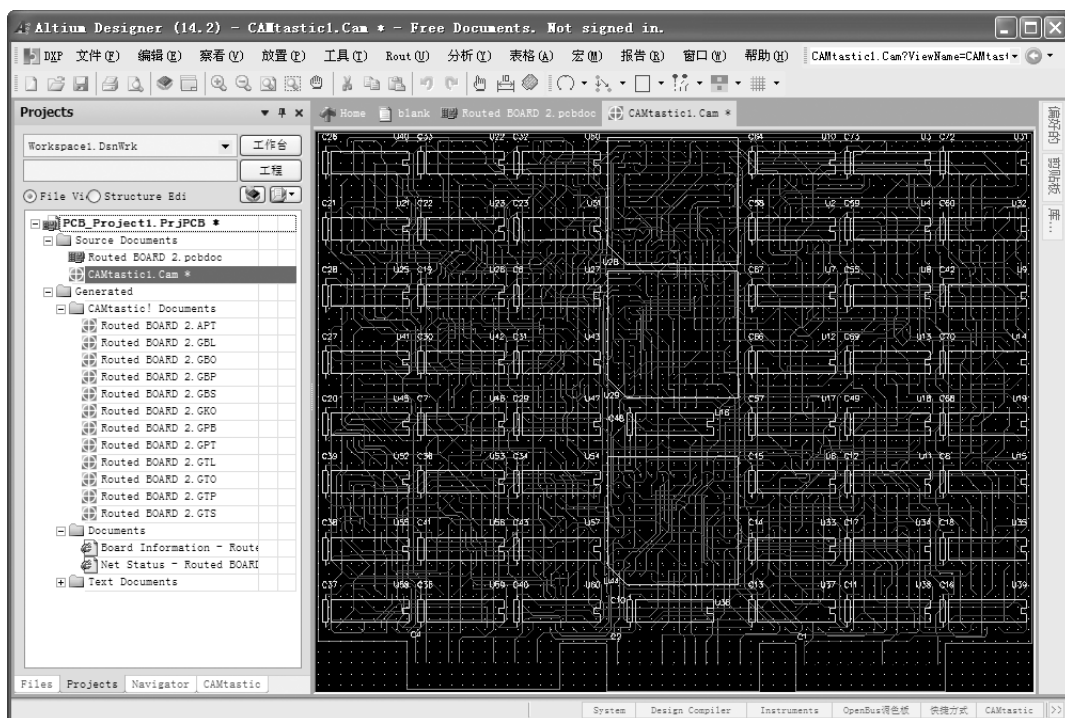

图 10-52 生成钻孔文件
8) 单击“确定”按钮，得到系统输出的 Gerber 文件。同时系统输出各层的 Gerber 和钻孔文件，共 12 个，如图 10-52 所示。